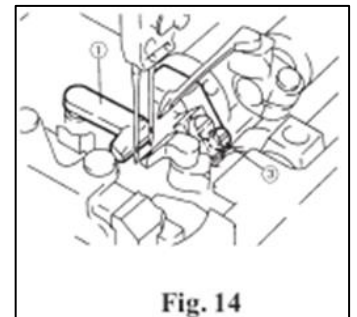

Fig. 14
C. Cuando la punta del Engarzador llega hasta la línea del centro de la aguja del medio: La aguja de la derecha y el Salva agujas (posterior) (artículo 1) se tocan escasamente con 0 -0.05 mm de espacio libre entre la aguja derecha y la punta del Engarzador. Para ajustar, afloje el tornillo (artículo 3) y gire el salva agujas (posterior) a la izquierda o a la derecha (vea Fig. 14).